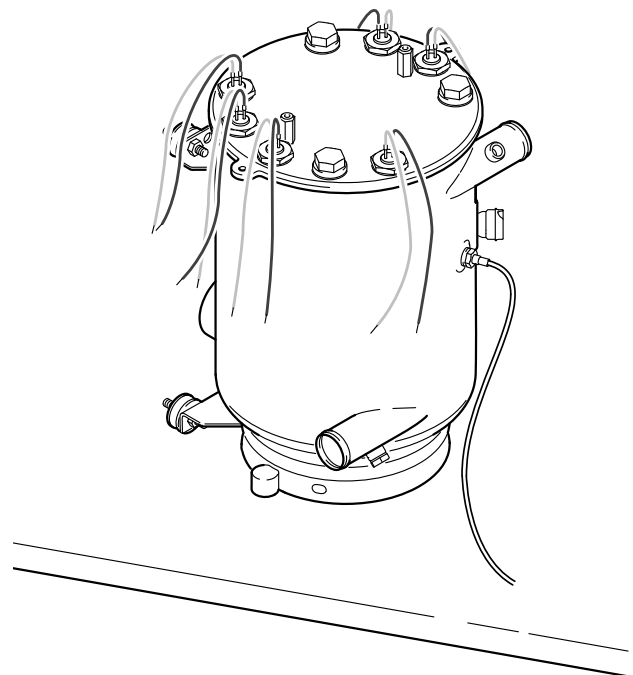

Abb. 804
3. Wärmeübertrager senkrecht hinstellen (siehe Abb. 804).